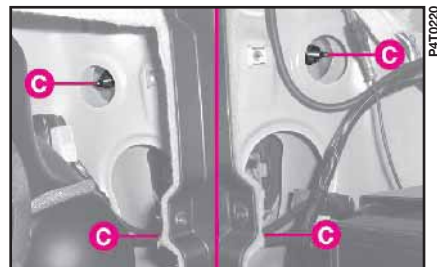
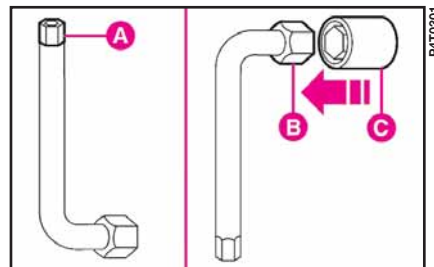

fig. 48
fig. 49
2) Desmonte el grupo óptico aflojando las tuercas **C** (fig. 48) con la punta **A** (fig. 49) de la llave que se entrega con el coche y quítelo desde el exterior sin desenchufar el conector eléctrico. En las versiones con sistema audio HI-FI, para aflojar las tuercas de fijación del grupo óptico derecho, use la punta **B** (fig. 49) de la llave, introduciendo el adaptador **C** (fig. 49) suministrada también en dotación con el coche.
6) Vuelva a montar el grupo óptico y apriete las tuercas **C** (fig. 48).